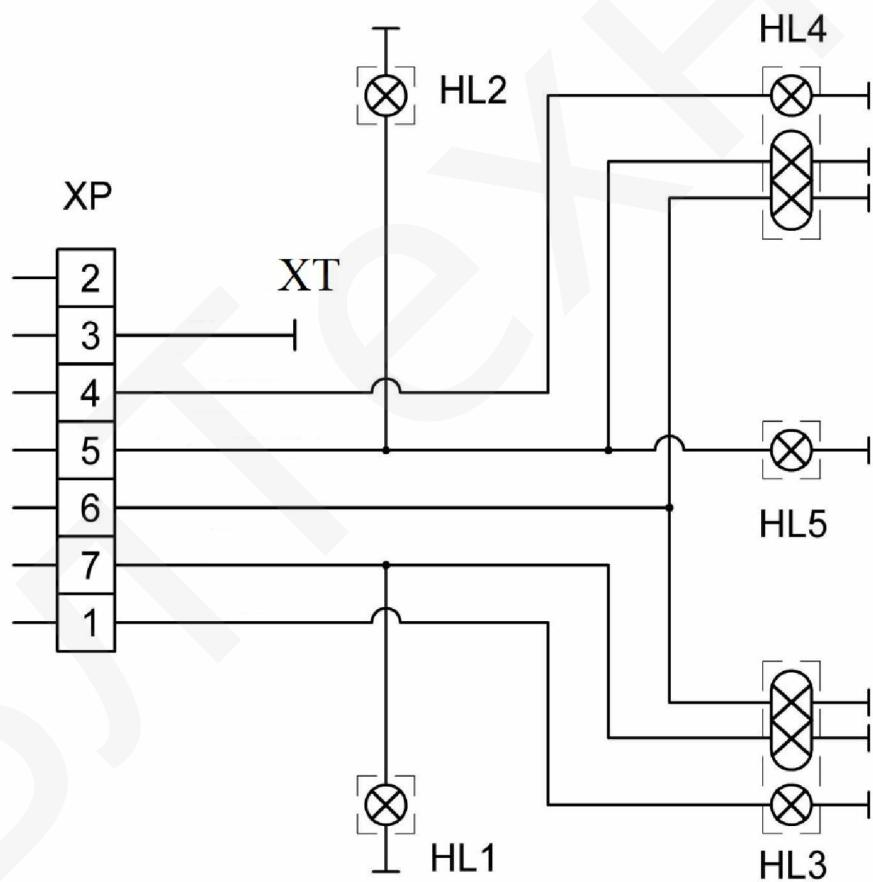

Рисунок 1.5 – Схема электрооборудования
2.6 Электрооборудование (рисунок 1.5) состоит из вилки штепсельной, жгута проводов, двух подфарников со светоотражающим устройством, двух задних фонарей, фонаря освещения номерного знака и световозвращателей (четырех оранжевых боковых и двух задних красных).